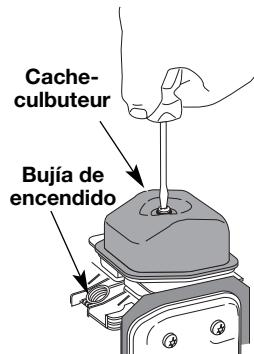

Fig. 52
5. Limpie la suciedad de alrededor de la cubierta del brazo oscilante. Saque el tornillo que sostiene la cubierta del brazo oscilante con un destornillador grande de vástago plano o con una broca Torx T-25 (Fig. 52). Saque la cubierta y la junta del brazo oscilante.